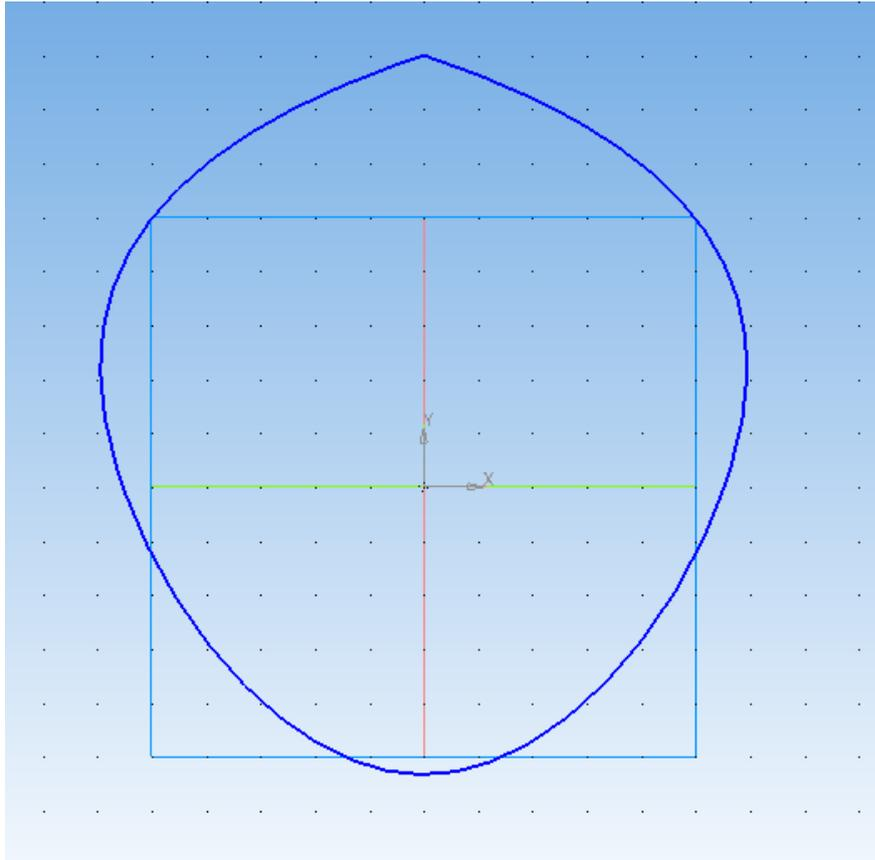

Рис. 97. Траектория
1. Выберем плоскость **XY** и построим в ней траекторию требуемого вида, определяющую форму прокладки (рис. 97). Используется инструмент построения **сглаженной кривой NURBS** по опорным точкам, отмечаемым мышью в узлах вспомогательной координатной сетки (кнопка ).